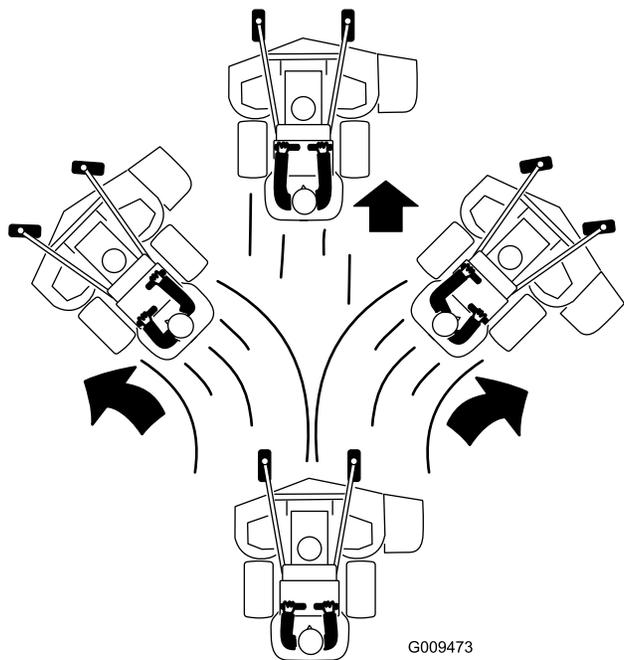

図 23
4. 走行コントロールレバーをゆっくりと前に倒す（図 23）。